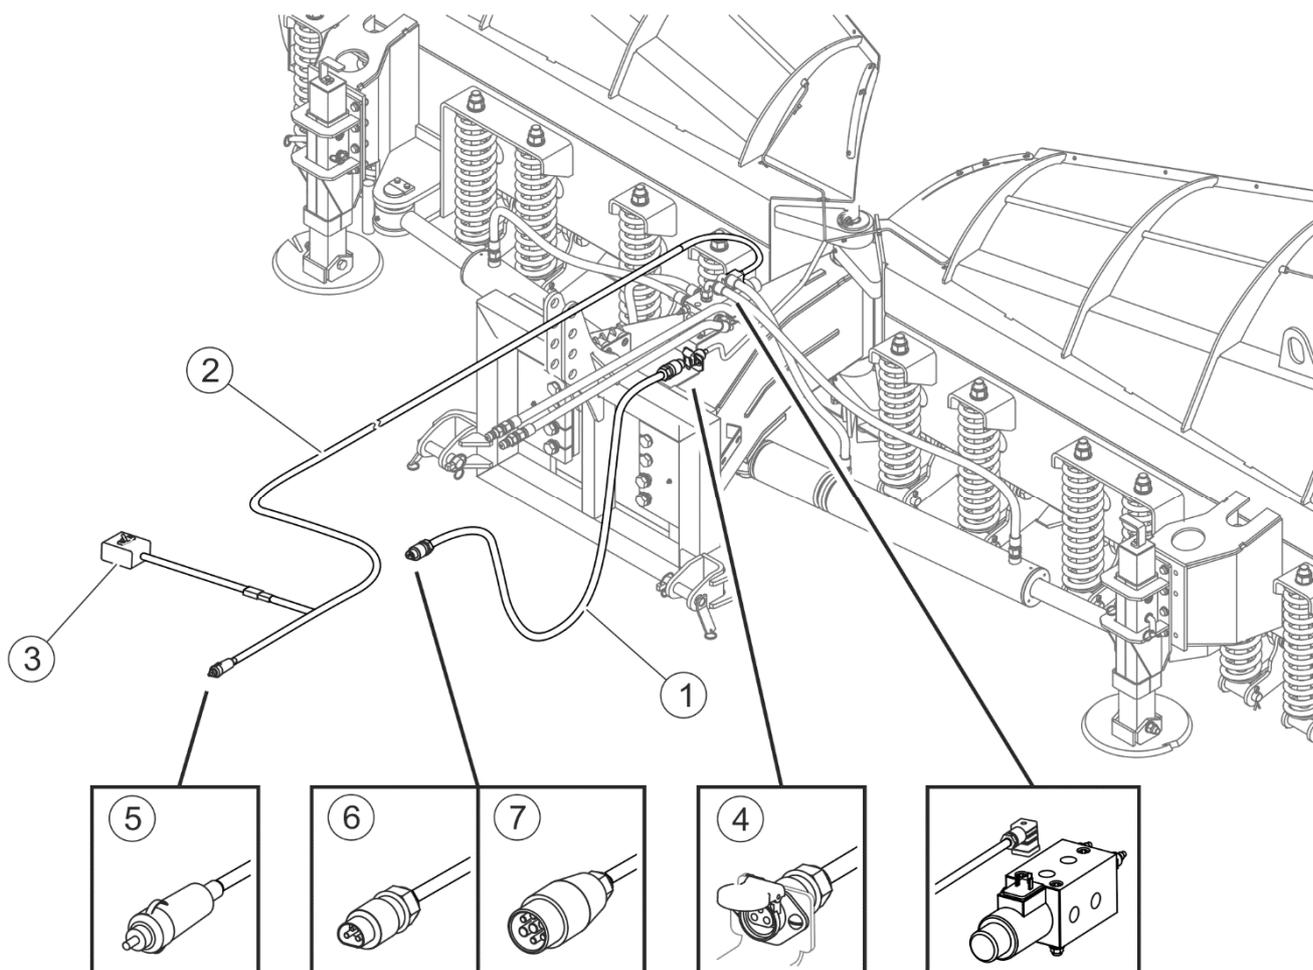

РИСУНОК 4.4 Подсоединение электроосвещения и световой сигнализации
(1) - штекер быстрого разъема; (2) - гнездо быстрого разъема
провод (1) системы световой сигнализации (РИСУНОК 4.4) с 3-пиновым разъемом на конце (6) подсоединить к 3-пиновому гнезду (4) на раме снегоотвала, а второй конец провода подсоединить к 3-пиновому гнезду на транспортном средстве (или 7-пиновому - в зависимости от версии). Провод (2) подсоединить к электроклапану снегоотвала и к гнезду прикуривателя на транспортном средстве. Переключатель (3) разместить в доступном месте в кабине оператора. Электропровода должны быть проложены таким образом, чтобы их было невозможно повредить в ходе работы.